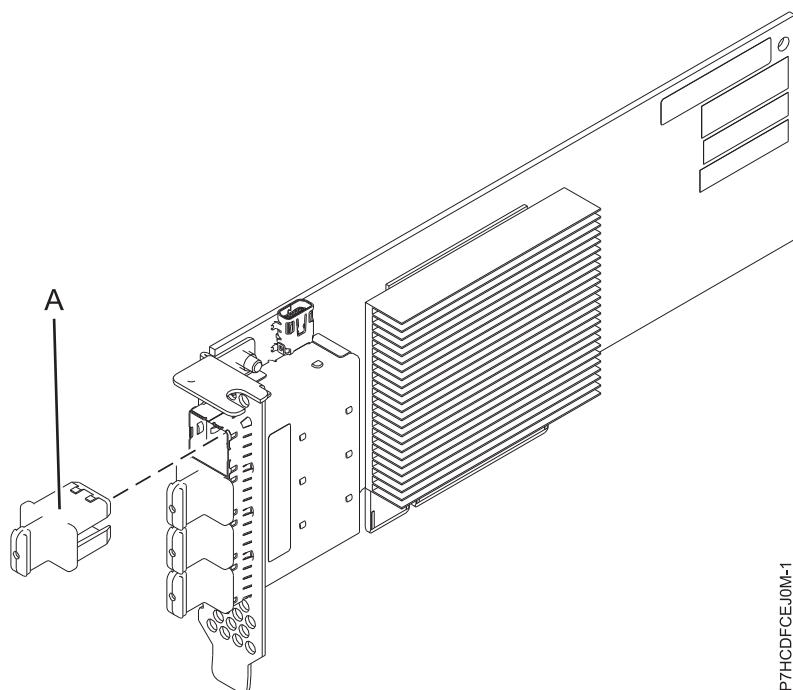

図 27. PCIe3 RAID SAS クワッド・ポート 6 Gb LP アダプター
PCIe3 RAID SAS クワッド・ポート 6 Gb LP アダプターは、PCI Express (PCIe)、第 3 世代、RAID SAS アダプターで、ロー・プロファイル、ショート・フォーム・ファクターです。このアダプターは、高性能で高密度のシリアル接続 SCSI (SAS) アプリケーションに使用されます。これは、物理リンクをさまざまな狭幅ポートおよび広幅ポート構成でできるようにする 4 つの mini SAS 高密度 (HD) x4 コネクタを使用して SAS ハード・ディスク (HDD) およびソリッド・ステート・デバイス (SSD) の接続をサポートします。アダプターは、書き込みキャッシュを備えていません。90 ページの図 27 は、PCIe3 RAID SAS クワッド・ポート 6 Gb LP アダプターを示しています。
90 ページの図 27 はアダプターを示しています。コネクタ・プラグ (A) は、空白ポートに取り付けて、隣接したポート・コネクタのケーブルが差し込まれたり取り外されたりした場合のそのポートの損傷を防